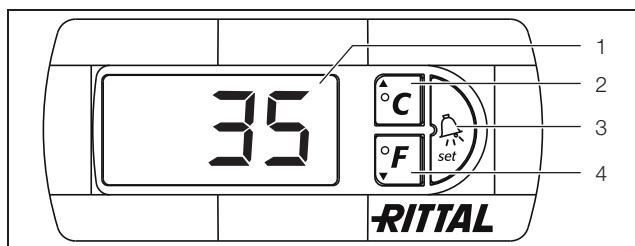

Fig. 16 : Affichage de la température intérieure et des défauts du régulateur e-Confort
Le régulateur e-Confort dispose d'un affichage à 7 segments (fig. 16, pos. 1). Après la mise sous tension, il commence par afficher la version actuelle du logiciel pendant env. 2 secondes. En fonctionnement normal, il assure l'affichage de la température (en degrés Celsius ou en degrés Fahrenheit par commutation) et l'affichage des défauts.
La programmation de l'appareil se fait à l'aide des touches 2 – 4 (fig. 16). Les paramètres correspondants sont également visualisés sur l'afficheur.
- Appuyer simultanément sur les touches 2 (°C) et 3 (« Set ») (fig. 16) pendant au moins 5 secondes.
Les touches 2, 3 et 4 (fig. 16) vous permettent de modifier les paramètres à l'intérieur des plages définies (valeurs limites minimales et maximales).